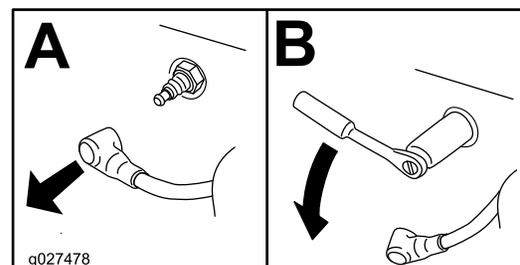

Figura 28
4. Retire la(s) bujía(s), tal y como se muestra en la Figura 28.